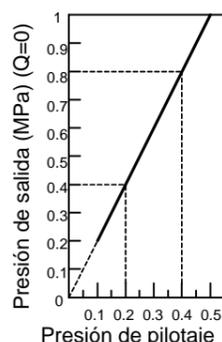

Fig. 5 Características de rendimiento
- b) Consulte la Fig. 5 para ver la relación entre la presión de pilotaje y la presión en el lado de salida.